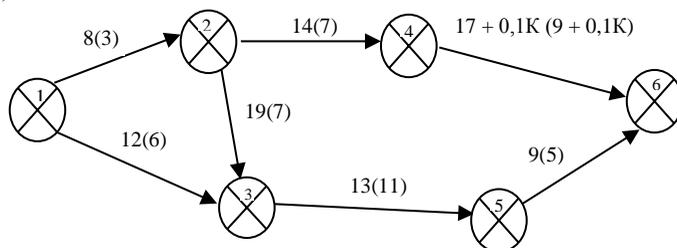

Рис. 3.27. Сетевой график выполнения работ проекта
1. Сетевой график выполнения работ проекта имеет следующий вид (рис. 3.27).